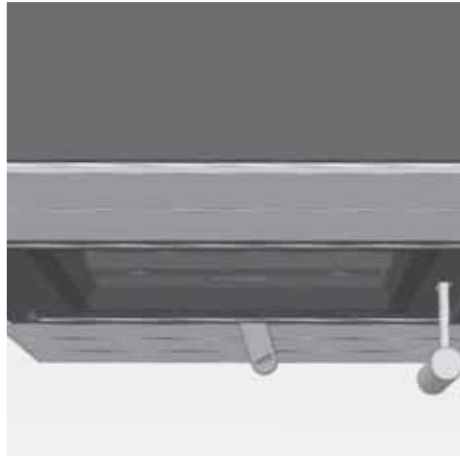

Abb. 4.6 Verbrennungslufthebel ganz rechts, Verbrennungsluft komplett geöffnet, Anheizen
- Öffnen Sie die Verbrennungsluft komplett - Verbrennungslufthebel ganz nach rechts ziehen (siehe Abb. 4.6), - ganz rechts, Anheizstellung, über den kleinen Anschlag hinaus,